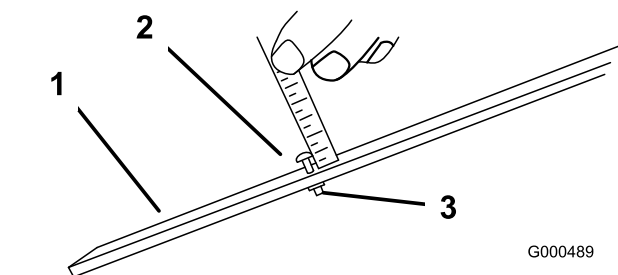

Bild 53
2. Lösen Sie die Mutter an der Messlehre (Bild 53) und stellen Sie die Einstellschraube auf die gewünschte Schnitthöhe ein. Der Abstand zwischen dem unteren Ende des Schraubenkopfs und der Stirnseite der Messlehre ist die Schnitthöhe.